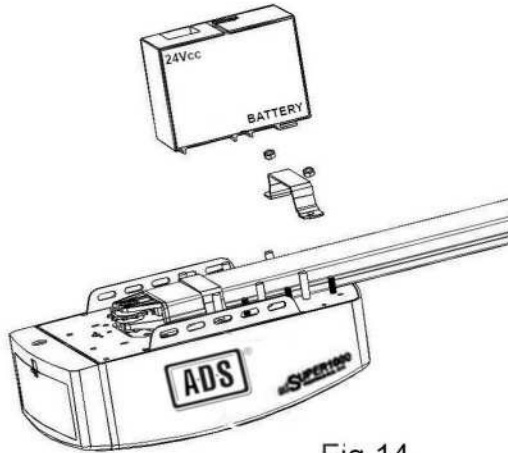

Fig.14
1.Ensamble la Batería de Respaldo y el Soporte de la Batería como en la imagen, fije con los Tornillos suministrados. (Fig.14)